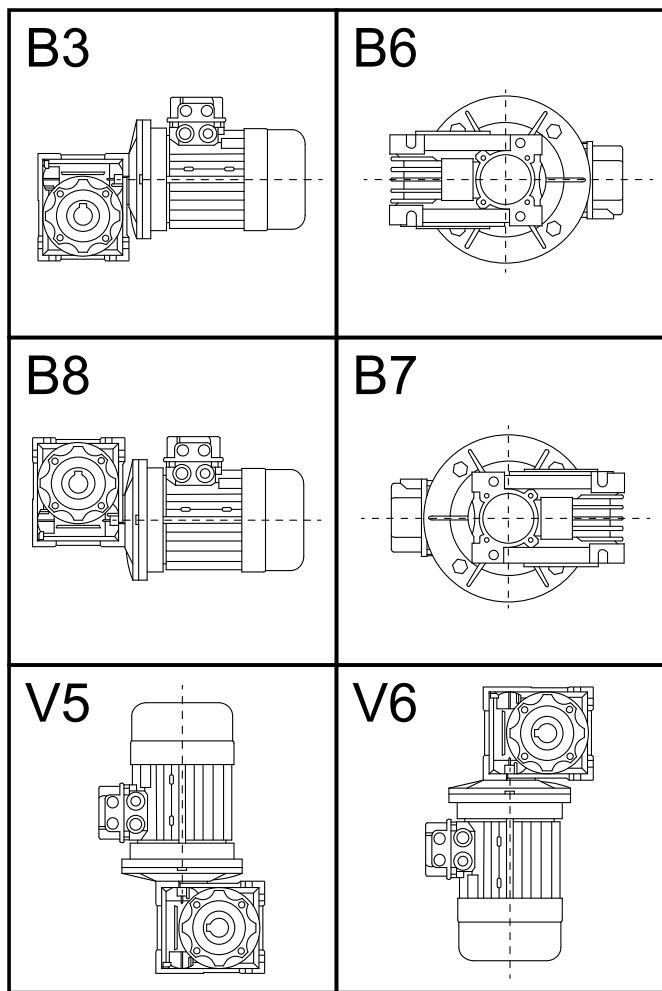

Рисунок 1 – Монтажные позиции
- в зависимости от монтажной позиции (см. рисунок 1) установить отдушину (сапун) из комплекта поставки в верхнюю точку редуктора вместо пробки;
- Установить мотор-редуктор в монтажную позицию (положение) согласно модификации, см. рисунок 1.